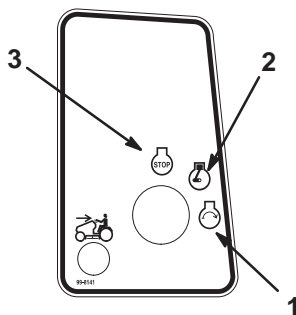

Bild 9
6. Drehen Sie den Zündschlüssel im Uhrzeigersinn und halten ihn auf Start (Bild 9). Lassen Sie den Schlüssel sofort los, wenn der Motor anspringt.
2. Drehen Sie den Zündschlüssel auf „Aus“ (Bild 9).